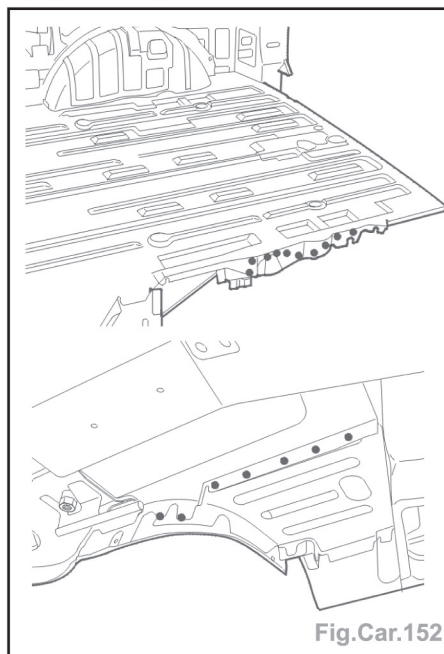

Fig.Car.152
- Souder par points électriques (Fig.Car.152).